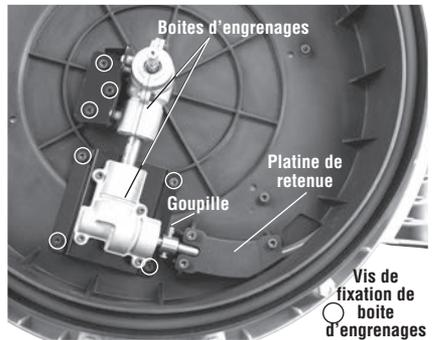

Figure 11 – Dégorgoir ouvert
2. Retirez les vis d'assemblage du dégorgeoir à l'aide d'une clé Allen de 4 mm, puis ouvrez le tambour (*Figure 11*).
3. Retirez les vis de fixation de la platine de retenue, puis retirez la platine (*Figure 11*).